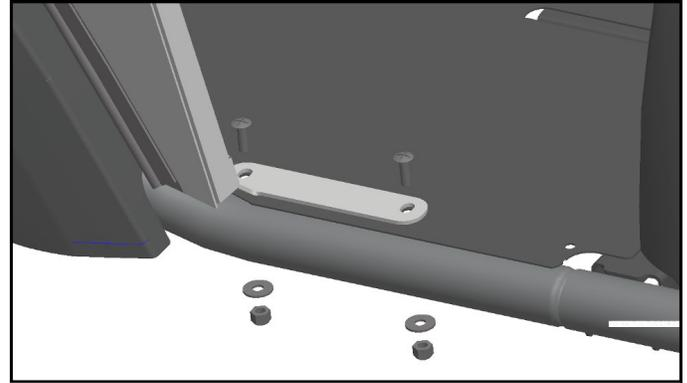

Fig. 4 (installer des boulons de plancher)
4. Selon la fig. 4, installez deux boulons Phillips à tête de treillis 1/4-20 à travers le plancher où les clips de pin ont été retirés. Sécuriser à l'aide de deux rondelles de 1/4 po et de deux écrous de verrouillage et serrer.